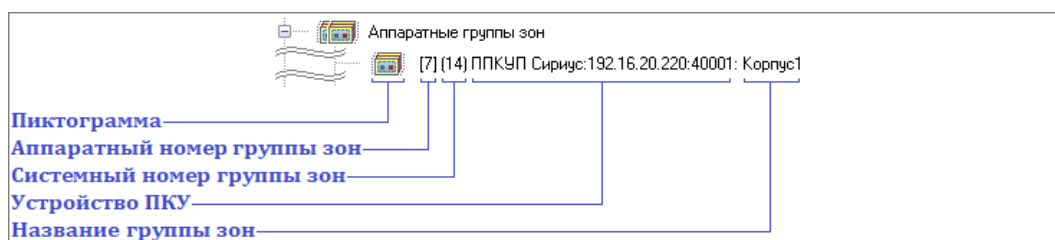

Рисунок 6-261 Отображение объекта "Аппаратная группа зон" в дереве зон как принадлежащего узлу "Аппаратные группы зон"
- узлу «Аппаратные группы зон» (см. Рисунок 6-261).